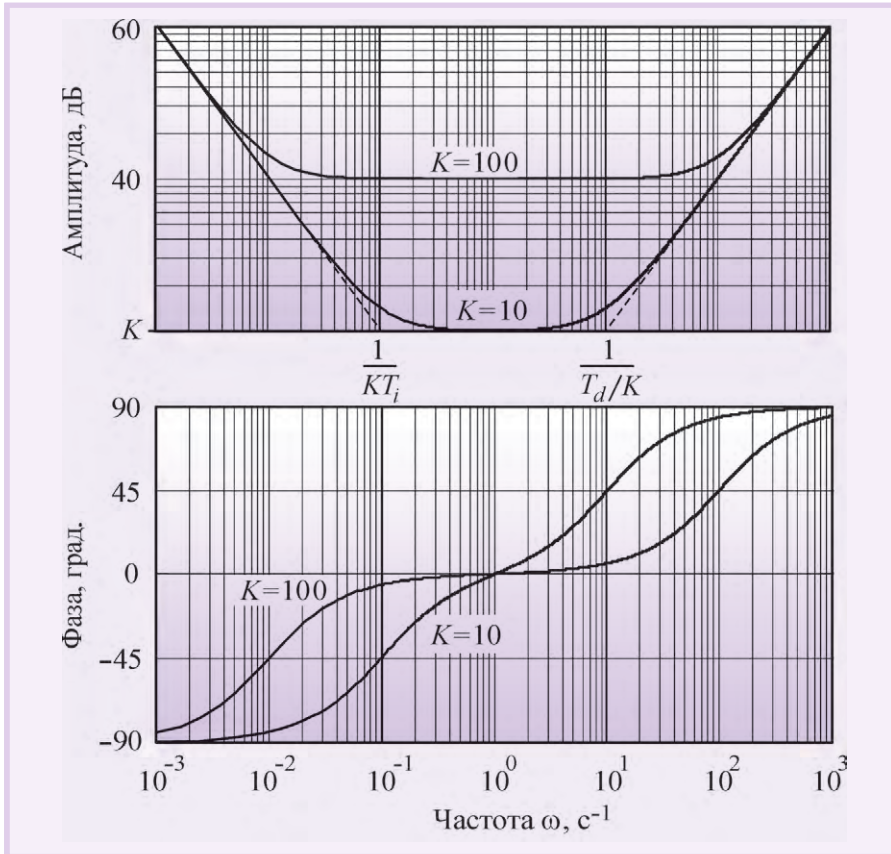
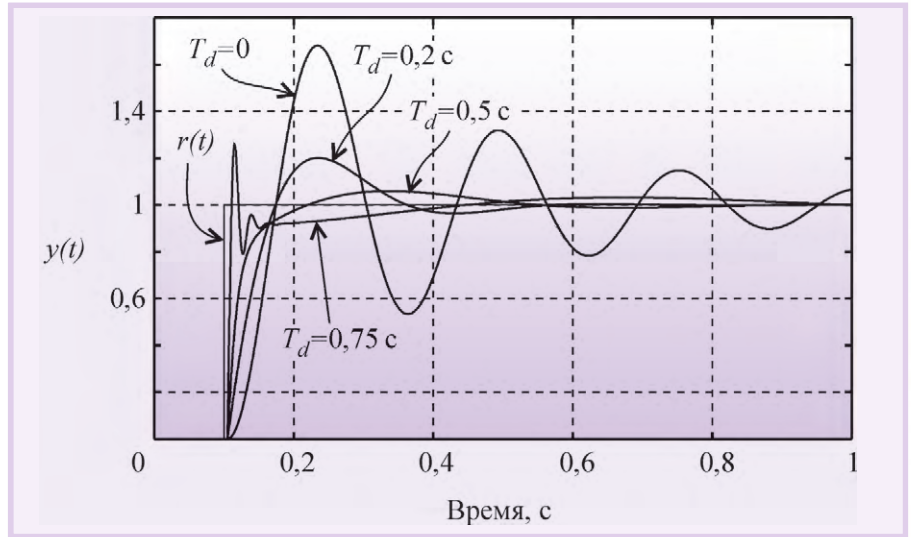

Рис. 2. АЧХ и ФЧХ ПИД-регулятора при  $T_i = 1$  с,  $T_d = 1$  с,  $K = 10$  и  $K = 100$
Рис. 8. Реакция замкнутой системы с ПИД-регулятором на скачок  $r(t)$  при  $T_i = 0,015$  с,  $K = 6$  для объекта вида (5) при  $T = 0,1$  с
Амплитудно-частотная (АЧХ) и фазо-частотная (ФЧХ) характеристики операторной передаточной функции (4) показаны на рис. 2. В области нижних частот АЧХ и ФЧХ определяются
Вид АЧХ и ФЧХ регулятора определяет его точность и запас устойчивости. С уменьшением интегральной составляющей  $T_i$ , как следует из рис. 2, увеличивается модуль коэффициента усиления регулятора на низких частотах (то есть при приближении к установившемуся режиму), и поэтому снижается погрешность  $e$ .
АЧХ ПИ-регулятора можно получить из рис. 2, если отбросить правую ветвь АЧХ с наклоном +20 дБ/дек. При этом сдвиг фаз на частотах выше 1 Гц не превысит уровень 0°. Таким образом, ПИ-регулятор имеет два существенных положительных отличия от И-регулятора: во-первых, его усиление на всех частотах не может стать меньше  $K$ , следовательно, увеличивается динамическая точность регулирования; во-вторых, по сравнению с И-регулятором он вносит дополнительный сдвиг фаз только в области низких частот, что увеличивает запас устойчивости замкнутой системы. В то же время, как и в И-регуляторе, модуль коэффициента передачи регулятора с уменьшением частоты стремится к бесконечности, обеспечивая тем самым нулевую ошибку в установившемся режиме. Отсутствие сдвига фаз на высоких частотах позволяет увеличить скорость нарастания управляемой переменной без снижения запаса устойчивости. Однако это справедливо до тех пор, пока пропорциональный коэффициент  $K$  не станет настолько большим, что увеличит усиление контура до единицы на частоте сдвига фаз 180° ( $\omega_{180}$ ).
В частотной области этот процесс можно объяснить тем, что с ростом  $K$  нуль передаточной функции  $1/KT_i$  смещается влево (рис. 2), то есть расширяется область частот, где интегральная составляющая пренебрежимо мала и ПИ-регулятор вырождается в чистый П-регулятор, которому свойственна ошибка в установившемся режиме.
В ПИД-регуляторе присутствует дифференциальный член, который, как следует из рис. 2, вносит положительный фазовый сдвиг до  $90^\circ$  на частотах выше  $K/T_d$ . Это позволяет обеспечить устойчивость или улучшить качество регулирования системы в случаях, когда это невозможно сделать с помощью ПИ-регулятора. На рис. 8 показано влияние постоянной дифференцирования на форму отклика замкнутой системы на скачок  $r(t)$ . Уменьшение амплитуды колебаний и увеличение коэффициента затухания с ростом постоянной дифференцирования  $T_d$  объясняется тем, что благодаря положительному наклону АЧХ в области  $\omega > K/T_d$  (рис. 2) уменьшаются сдвиг фаз в контуре регулирования и петлевое усиление.
Дальнейшее увеличение постоянной дифференцирования приводит к росту усиления ПИД-регулятора на высоких частотах при  $\omega > K/T_d$  (рис. 2). Поскольку фазовый сдвиг, связанный с транспортной задержкой, неограниченно увеличивается с ростом частоты, то в системе даже с небольшой транспортной задержкой при увеличении  $T_d$  всегда наступает момент, когда петлевое усиление на частоте фазового сдвига  $180^\circ$  превысит единицу. При этом на переходной характеристике замкнутой системы сначала появляются затухающие колебания (рис. 8, кривая  $T_d = 0,75$  с), затем при дальнейшем увеличении  $T_d$  система переходит в колебательный режим.